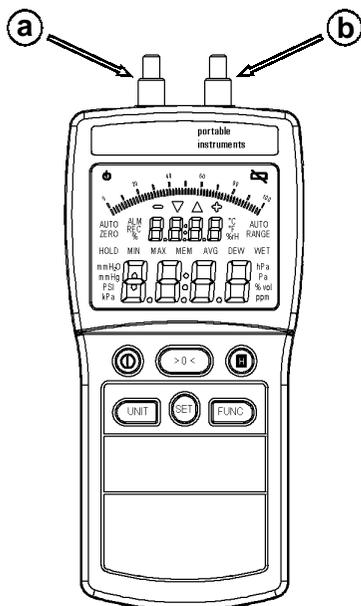

Fig. 1: Aspetto esteriore.
- Connettere i tubi in silicone forniti in dotazione agli ingressi positivo (b di fig. 1) e negativo (a di fig. 1) dello strumento.
Gli ingressi dello strumento (a e b di fig. 1) devono trovarsi entrambi liberi e alla pressione atmosferica.